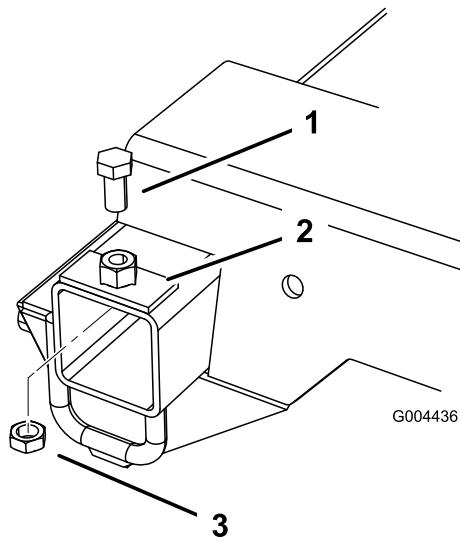

Bild 4
- Setzen Sie die Platte auf das in den Rahmen gebohrte Loch und befestigen sie mit der Schraube (13 mm x 25 mm)(1/2" x 1") und Klemmmutter (13 mm)(1/2"), siehe Bild 4.